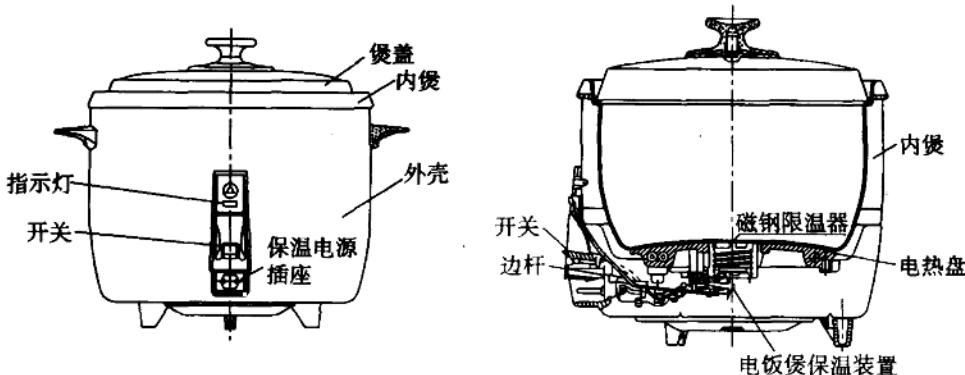

图 1-4-1 自动电饭煲的结构
(1) 观察外观：见图 1-4-1。电饭煲由外壳、内煲（内锅）、煲盖、电热盘、磁钢限温器、指示灯、开关组件等组成。